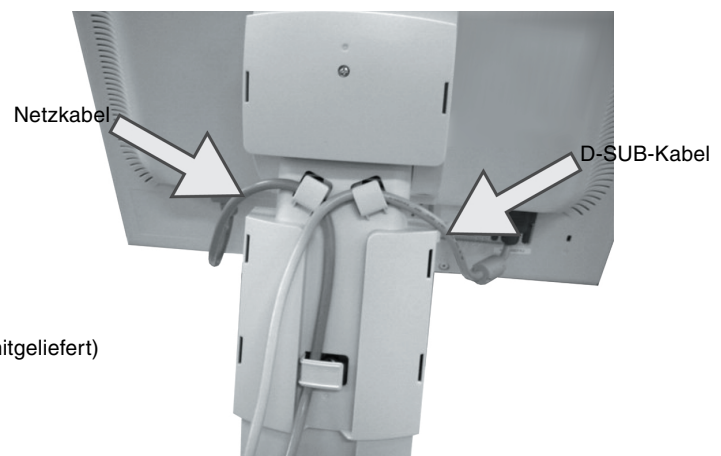

Abbildung C.2
5. Führen Sie das Netzkabel durch die in **Abbildung C.2** angegebenen Halterungen.
6. Führen Sie das D-Sub-Kabel durch die in **Abbildung C.2** angegebenen Halterungen.